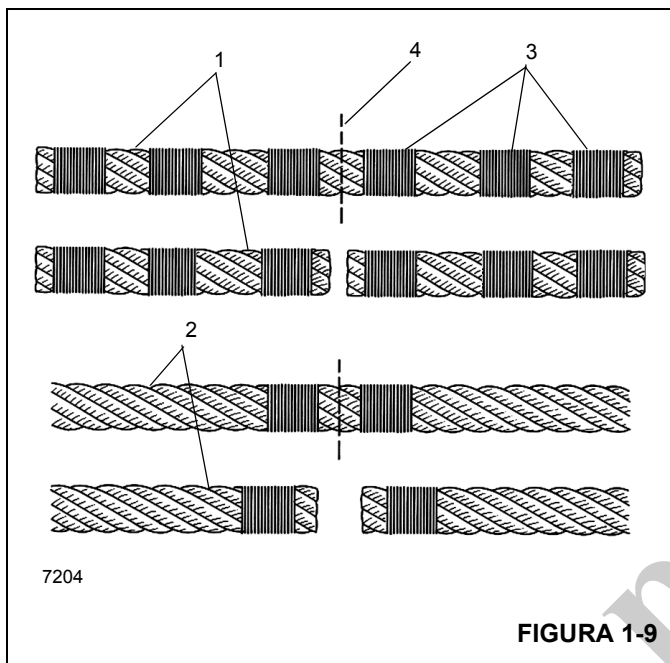

FIGURA 1-9
NOTA: Los cables no prefabricados (1) (Figura 1-9) deben tener tres sujeciones (3) ubicadas en cada lado del corte (4) comparado con el cable prefabricado (2).